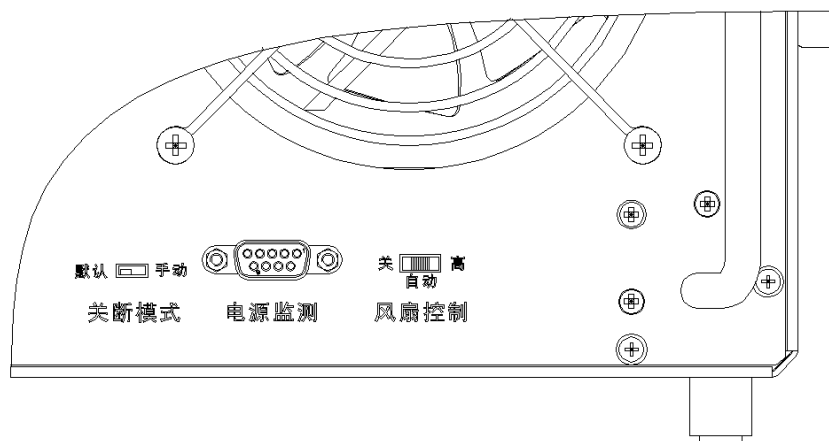

图 12 后面板关断模式开关
- a) 确认后面板关断模式开关在“默认”位置，如图 12 所示，通过交流电源线接通 T600 PXIe 十八槽机箱和计算机的 220V 交流电。